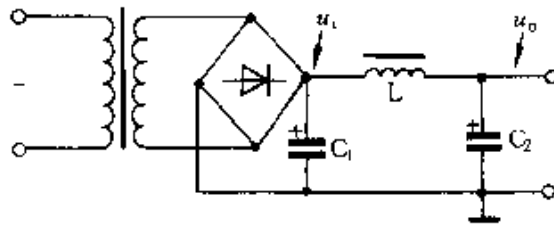

图 2-75
① 图 2-75 所示为电感器用于整流电源滤波, L 与 C_1 、 C_2 组成 Π 型 LC 滤波器。由于 L 具有通直流阻交流的功能,因此,整流输出的脉动直流电压 U_i 中的直流成分可以通过 L , 而交流